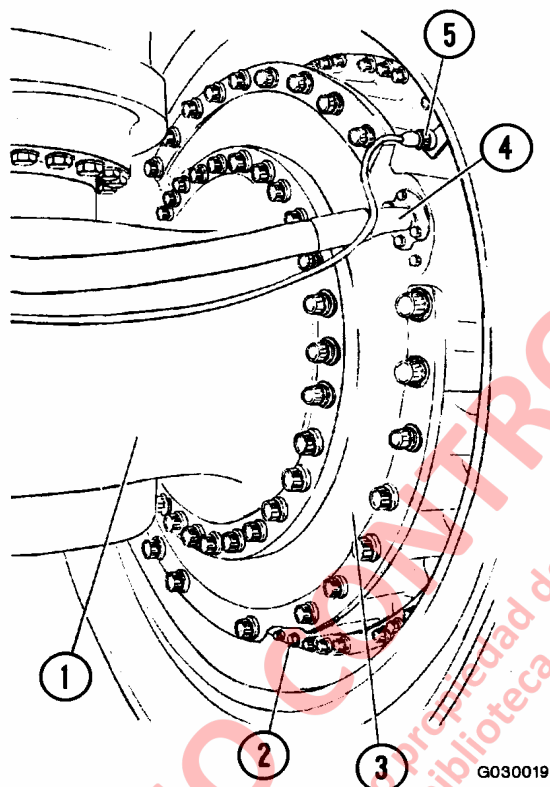

FIGURA 3-1. MONTAJE DE LA RUEDA Y HUSILLO DELANTERO
3. Desconecte el(los) conector(es) del sensor de velocidad (5, Figura 3-1). Amarre los cables del husillo para evitar daños durante el desmontaje del husillo.
10. Instale la mangueras de enfriado del sistema de frenos usando anillos de goma nuevos en los accesorios de la pestaña. Instale la línea de aplicación de freno. Asegúrese que el tapón de drenaje (2, Figura 3-1) esté instalado.